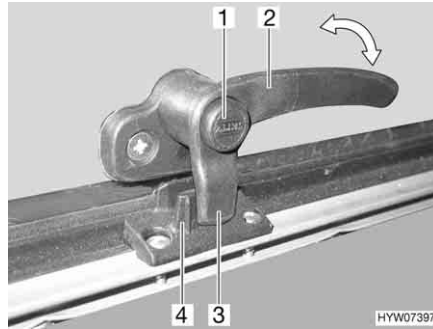
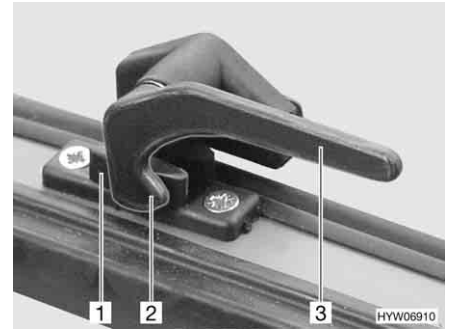

Fig. 52 Levier de verrouillage avec bouton de sécurité en position "Fermé"
Fig. 53 Levier de verrouillage en position "Fermé"
- S'il existe, appuyer sur le bouton de sécurité (Fig. 52,1) et le maintenir enfoncé.
- Tourner le levier de verrouillage (Fig. 52,2 ou Fig. 53,3) d'un quart de tour vers le centre de la fenêtre.
- Tourner le levier de verrouillage (Fig. 52,2 ou Fig. 53,3) d'un quart de tour vers le cadre de la fenêtre. Le tenon de verrouillage (Fig. 52,3 ou Fig. 53,2) du levier de verrouillage repose complètement sur le côté intérieur du verrouillage de fenêtre (Fig. 52,4 ou Fig. 53,1).
- En position "Fermé" (Fig. 52 et Fig. 53)